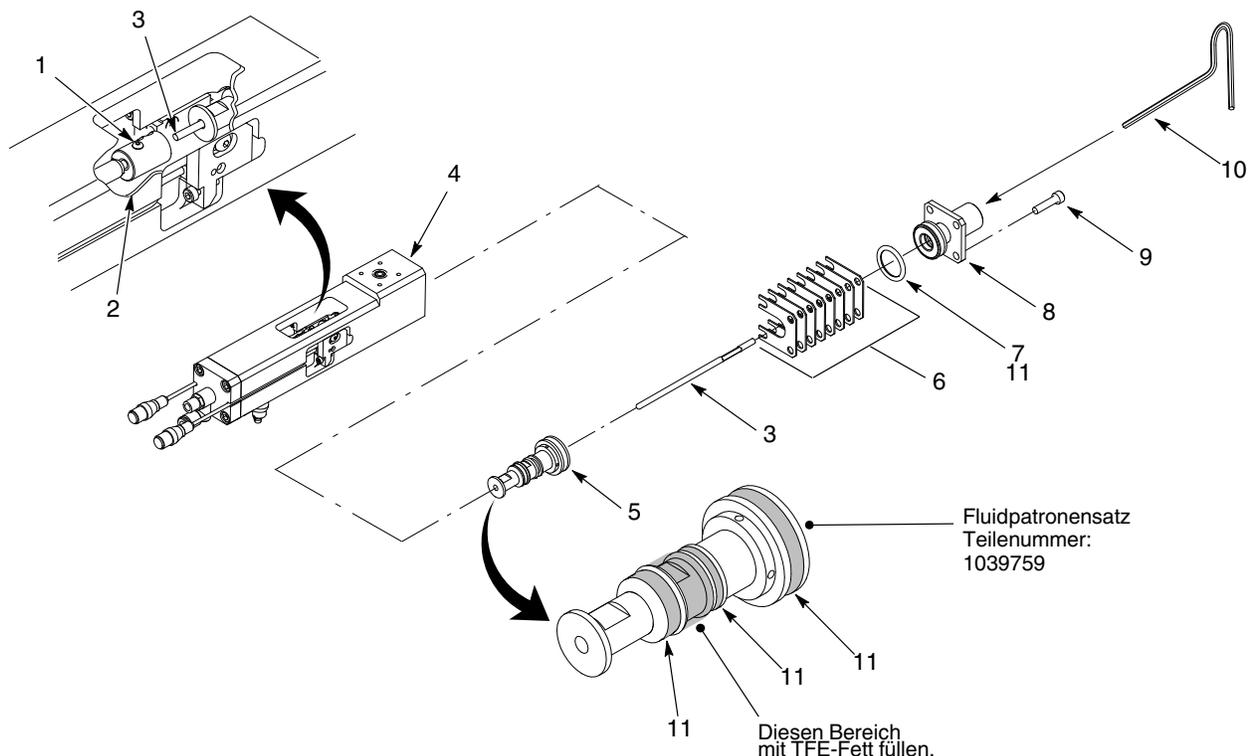

Abb. 1 Fluidpatrone ersetzen
1. Siehe Abb. 1. Kupplungsschrauben (1) lösen.
2. Pistole kurz einschalten, um die Nadel (3) von der Kupplung (2) zu trennen.
3. Mit einem Schlitzschraubendreher die Nadel (3) nach unten drücken. Die Nadel mit einer Flachrundzange vom Düsenadapter (8) abnehmen.
4. Die Schrauben (9) abnehmen, mit denen der Düsenadapter (8) und die Unterlegplatten (6) am Pistolengehäuse (4) angebracht sind. O-Ring (7) der Düse auf Beschädigung kontrollieren und bei Bedarf ersetzen.
5. Fluidpatrone (5) vom Pistolengehäuse (4) abnehmen.
1. Siehe Abb. 1. Die Dichtungen und den angegebenen Bereich an der neuen Fluidpatrone (5) mit TFE-Fett einfetten (11). Die neue Fluidpatrone in das Pistolengehäuse (4) schieben.
2. Gewindegewissungslack auf die Schrauben (9) auftragen. Den O-Ring (7) mit TFE-Fett (11) einfetten.
3. Die Unterlegplatten (6) und Düse (8) mit den Schrauben (9) installieren. Die Schrauben mit $9.7 \times \pm 1$ ft-lb ($13,2 \pm 1,3$ N•m) festziehen.
4. Die Nadel (3) vorsichtig durch die Düse (8) schieben. Mit einem kleinen Innensechskantschlüssel (10) gegen die Nadel drücken, bis sie in der Kupplung (2) anliegt.
5. Die Kupplungsschrauben (1) mit 7 in.-lb ($0,75$ N•m) anziehen.